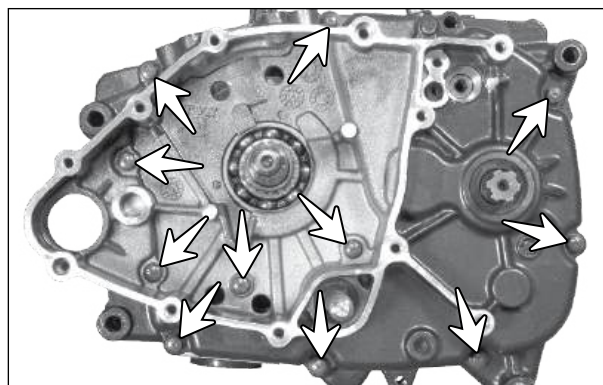

Fig. 3.132
- Remova os parafusos M6x50 (setas) de fixação do conjunto da carcaça do motor. (Fig. 3.132)